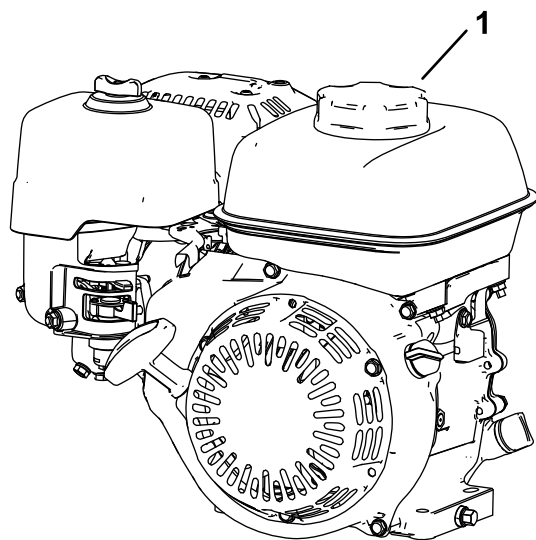

Рисунок 5
3. Очистите области вокруг крышки топливного бака и снимите ее (Рисунок 5).